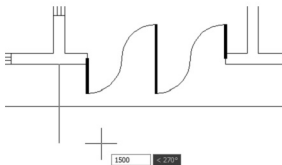

图 2.101 光标向下拖动并输入“1500”
⑤ 在**指定下一个点或 [圆弧 (A)/ 半宽 (H)/ 长度 (L)/ 放弃 (U)/ 宽度 (W)]**：提示下，将光标垂直向下拖动，输入“1500”后按 Enter 键，如图 2.101 所示。